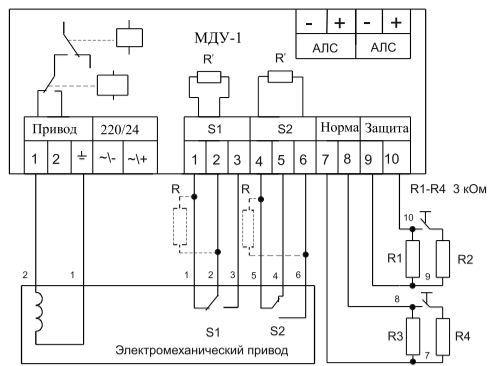

Рисунок 3
- Привод с возвратной пружиной – рисунок 3.